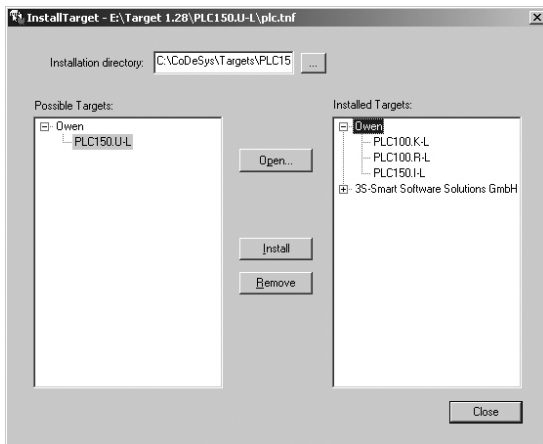

Рисунок 5.1 - Окно «InstallTarget» утилиты InstallTarget
1) В открывшемся при запуске утилиты **InstallTarget** окне (рисунок 5.1) – нажать кнопку Open и указать путь доступа к инсталлируемому Target-файлу (имеющему расширение *.tnf, Target Information File). Target-файлы контроллеров OWEN ПЛК154 находятся на компакт-диске, поставляемом с контроллером, в папке «Target» или могут быть скачаны с сайта www.owen.ru. При скачивании с сайта папку с Target-файлами надо разархивировать и сохранить на жестком диске ПК.